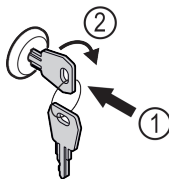

Fig. 200
- ▶ Dugja be a kulcsot. Fig. 200 (1)
- ▶ Forgassa el a kulcsot 90°-kal az óramutató járásával megegyező irányba. Fig. 200 (2)